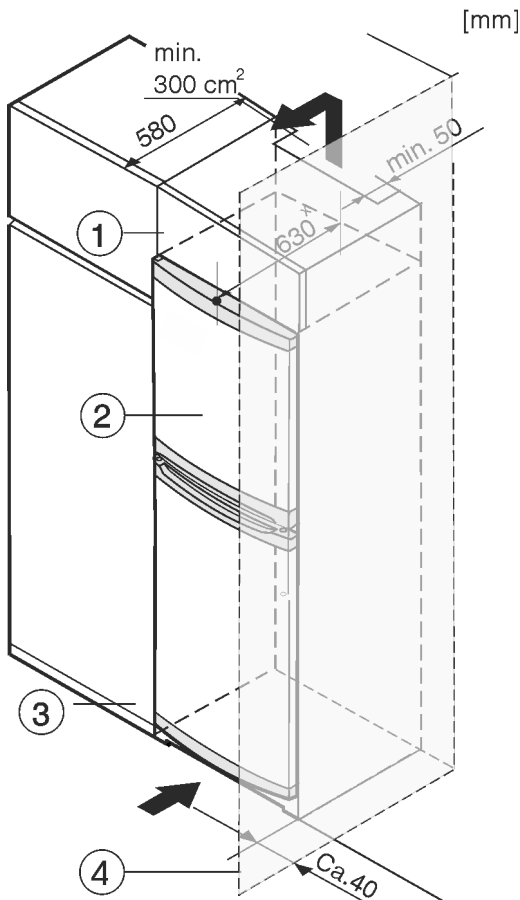

Fig. 8
- (1) Шкаф-пристройка
- (2) Уред
- (3) Кухненски шкаф
- (4) Стена
Уредът може да е обграден с кухненски шкафове. За да изравните височината на уреда Fig. 8 (2) с височината на вградената кухня, над уреда може да се постави шкаф-пристройка Fig. 8 (1).
При обграждане с кухненски шкафове (дълбочина макс. 580 mm) уредът може да се постави непосредствено до кухненския шкаф Fig. 8 (3). Отстрани уредът е издаден на 34 mm *, а в средата на уреда – на 50 mm * спрямо челото на кухненския шкаф.
Когато уредът се поставя с пантите до стена Fig. 8 (4), разстоянието между уреда и стената трябва да е поне 40 mm. Това отговаря на разстоянието, с което дръжките стърчат при отворена врата.